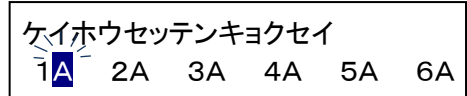

図 9-28 警報接点極性メニュー
- ・ メニュースイッチを押下すると、カーソルが点滅し、警報接点極性を警報出力先 1 から順に設定します。(図 9-28) UP/DOWN スイッチで A 接点/B 接点を選択し、メニュースイッチで次の警報出力先 (2~6) の設定に移動します。